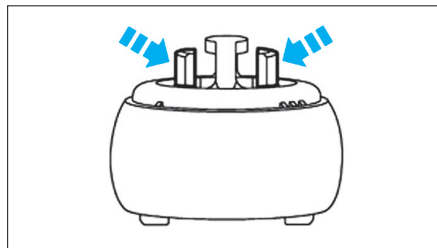

Fig. 4
- Appuyer sur les languettes (Fig.4) et tirer les rotules des câbles de sélection et de passage, vers le haut, pour les désaccoupler.